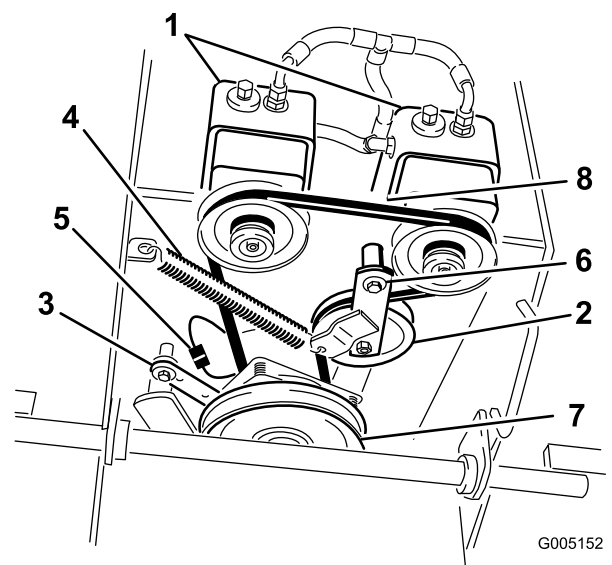

Figura 40
6. Desconecte el soporte del embrague de la carcasa del motor (Figura 40).
7. Desenganche el muelle de la polea tensora del bastidor (Figura 40).
9. Coloque el muelle tensor entre el brazo de la polea tensora y el soporte del bastidor (Figura 40).
10. Monte el soporte del embrague en la carcasa del motor (Figura 40).